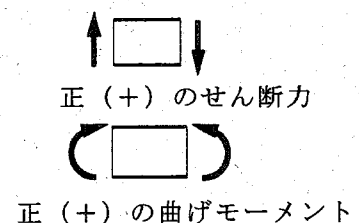

図6
- (b) 複合はりABCDEのせん断力図と曲げモーメント図を描け。この場合、せん断力と曲げモーメントを式の形で示す必要はない。なお、せん断力、曲げモーメントの正(+)の方向は、図6のように定義する。